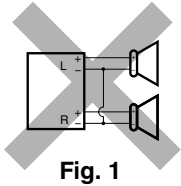
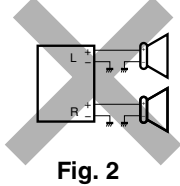
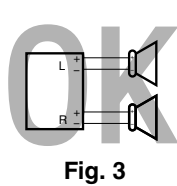

Fig. 1
Fig. 2
Fig. 3
- If the speaker wiring in your car is as illustrated in Fig. 1 and Fig. 2 below, **DO NOT** connect the unit using that original speaker wiring. If you do, the unit will be seriously damaged. Redo the speaker wiring so that you can connect the unit to the speakers as illustrated in Fig. 3.
- If the speaker wiring in your car is as illustrated in Fig. 3, you can connect the unit using the original speaker wiring in your car.
- Если проводка громкоговорителей в Вашем автомобиле такая, как показано на приводимых ниже Fig. 1 и Fig. 2, **НЕ** подключайте устройство с помощью первоначальной проводки громкоговорителей. Если Вы это сделаете, устройство будет серьезно повреждено. Переделайте проводку громкоговорителей так, чтобы Вы могли подключить устройство к громкоговорителям, как это показано на рис. 3.
- Если проводка громкоговорителей в Вашем автомобиле такая, как показано на Fig. 3, Вы можете подключить устройство с помощью первоначальной проводки громкоговорителей в Вашем автомобиле.